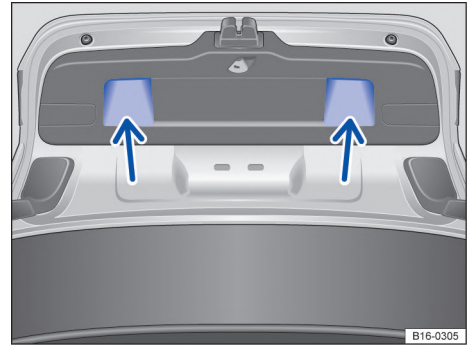

Fig. 61 Tapa trasera abierta: cavidades (flechas) para tirar y cerrar.
- Tirar del portón trasero por el rebaje en el revestimiento interior → fig. 61 con fuerza hacia abajo, de modo que encaje en la cerradura → ⚠.